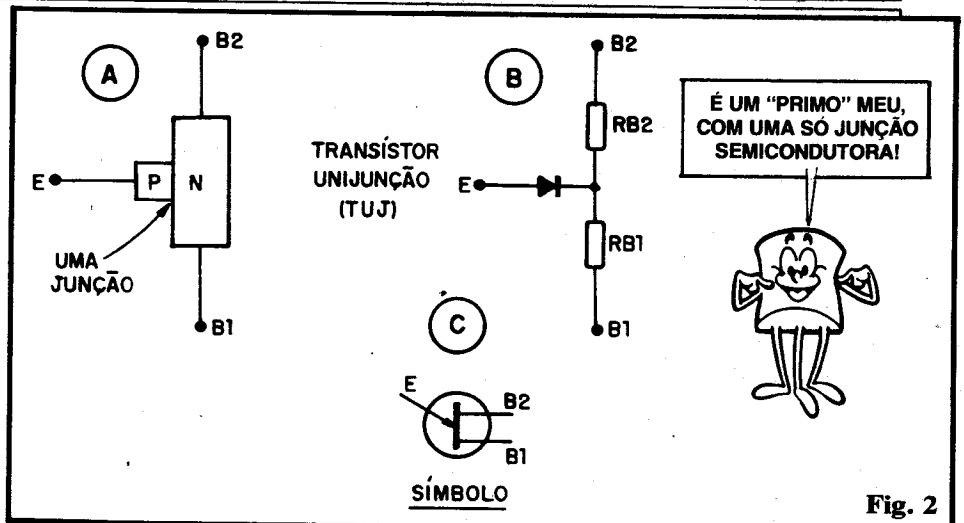

Fig. 2
- FIG. 2 - A estrutura interna de um TUJ, sua "equivalência" (válida apenas para uma análise estrutural) e o respectivo símbolo... Em 2-A vemos que, ao contrário das duas junções semicondutoras presentes num transistor bipolar, o TUJ mostra apenas uma junção (área em que materiais semicondutores de diferentes polaridades, se "tocam"...). Basicamente o TUJ é construído a partir de uma "barra" de material tipo "N" (com "sobra" de elétrons, lembrem-se...?) dotada de contatos nos dois extremos... Tais contatos não constituem junções semicondutoras, e assim, entre B2 (base 2) e B1 (base 1) temos, na prática, não mais do que um "resistor", formado pelo material N. O material tipo P, como que "incrustado" no material N, determina a única junção semicondutora interna, estabelecendo aí uma espécie de "diodo"... Assim, conforme mostra o diagrama estrutural 2-B, tudo se passa como se o bloco tipo N fosse formado por dois simples resistores (RB2 e RB1), em série, tendo ao seu ponto central ligado um "diodo" (terminal "E", ou emissor...). Note ainda que (conforme ocorre, na prática, com todo e qualquer componente eletrônico...) usamos para representar o TUJ nos diagramas, um símbolo específico, cujo desenho é mostrado em 2-C. O "nome" dos terminais já foi mencionado, mas vamos repeti-los: